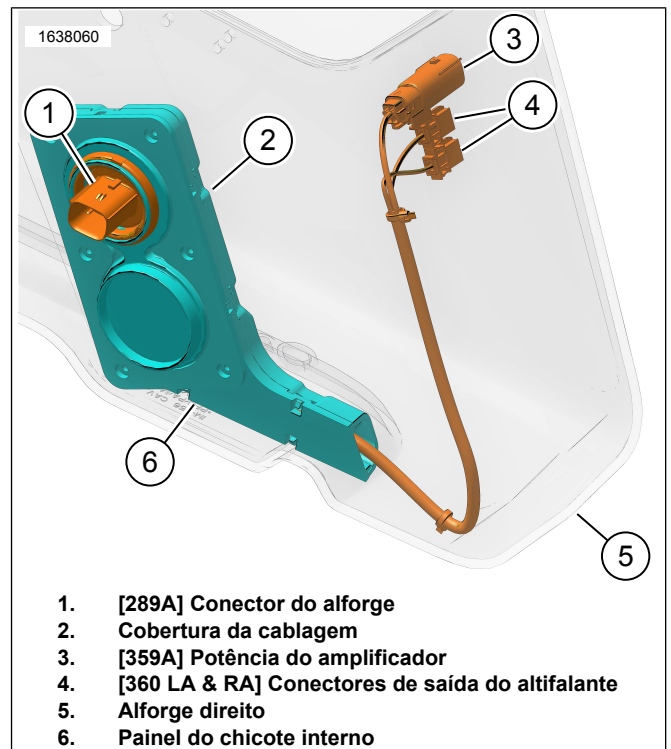
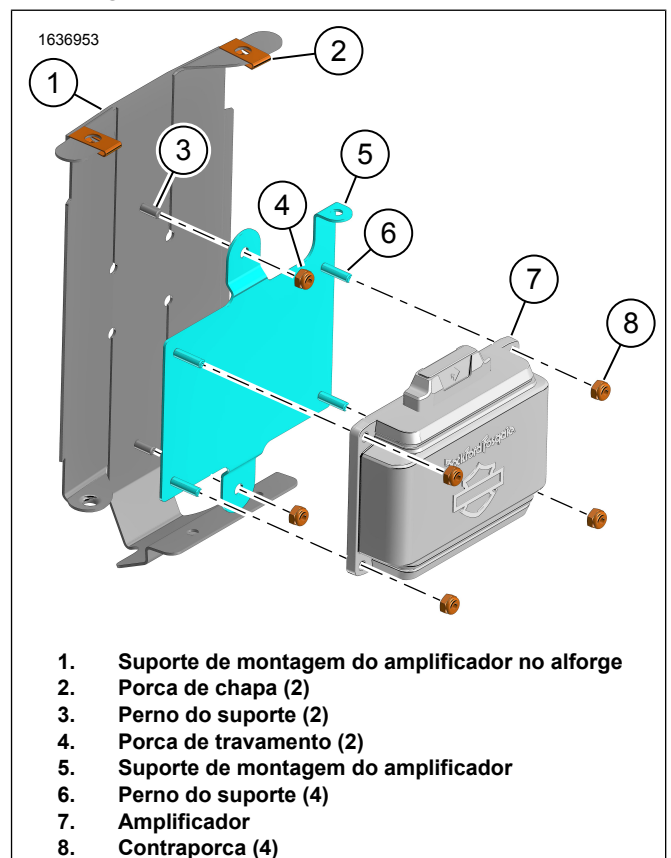
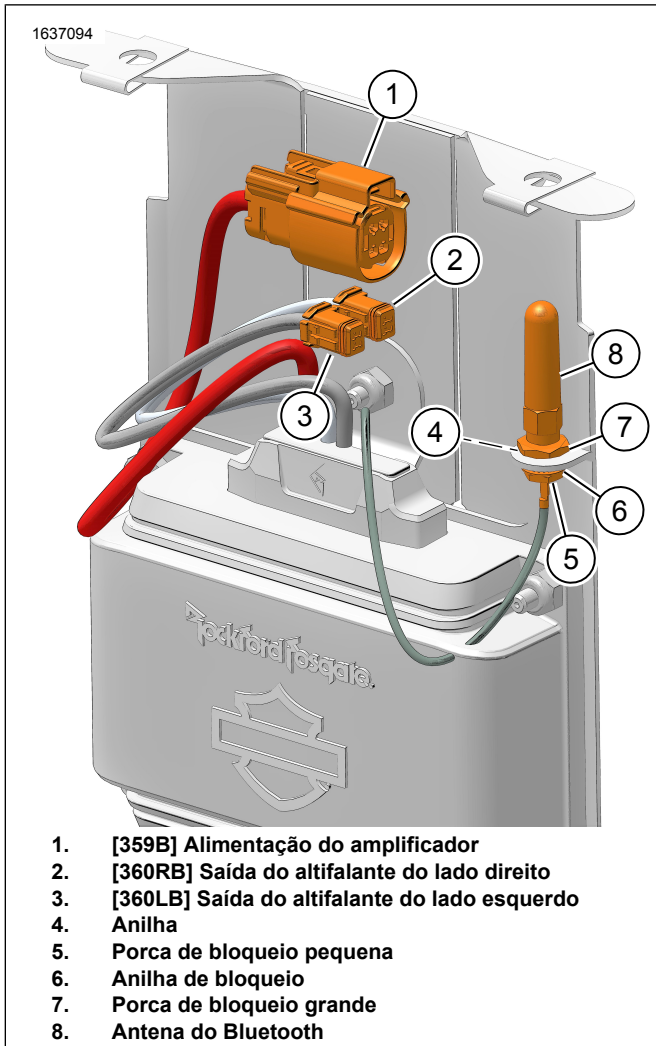
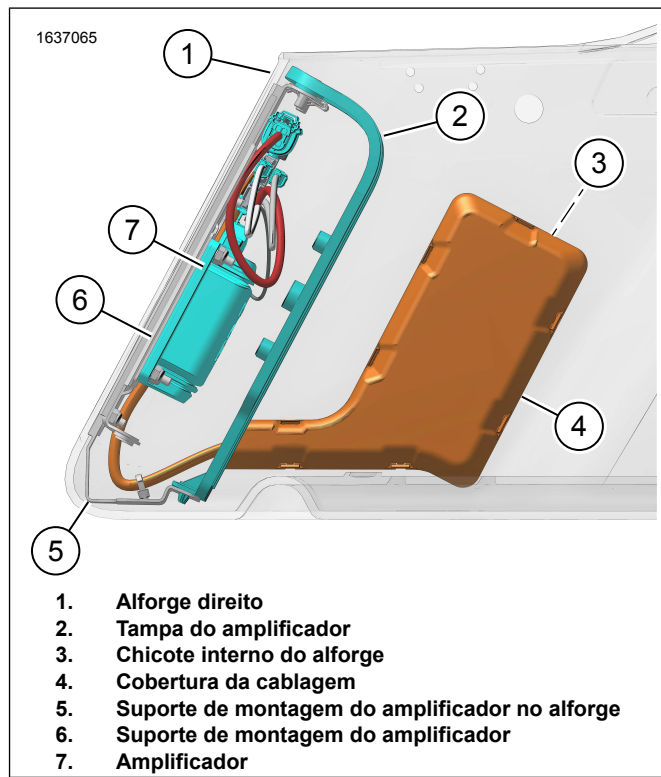

Figura 8. Painel do Chicote Interno 69202871
Figura 9. Suporte de Montagem do Amplificador
Figura 10. Unidade do Amplificador
Figura 13. Chicote do alforje com amplificador
8. Figura 8 Instale o chicote de fios interno conforme demonstrado.
- a. Instale a cobertura do chicote de fios (2).
9. Figura 10 Montagem da antena.
- a. Instale uma pequena anilha de bloqueio (5) e uma anilha de bloqueio (4) na base da antena.
- c. Instale a anilha (4) e a porca de bloqueio grande (7). Aperte a montagem.
10. Figura 9 Monte o suporte de montagem do amplificador.
- a. Instale as porcas rápidas (2).
- b. Instale o conjunto do suporte de montagem do amplificador (5) no pino do suporte (3).
- c. Instale a porca de bloqueio (4). Aperte.
- d. Instale o amplificador (7).
- e. Instale a porca de bloqueio (4). Aperte.
11. Figura 13 Instale o conjunto do apoio de montagem.
14. Ver Figura 8 e Figura 10 . Ligar o Chicote de Fios Interno à Unidade do Amplificador.
15. Ver a Figura 10. Ligue os fios do altifalante do lado direito à Unidade do Amplificador.
Ver Figura 8 e Figura 10 . Ligar o Chicote de Fios Interno à Unidade do Amplificador.